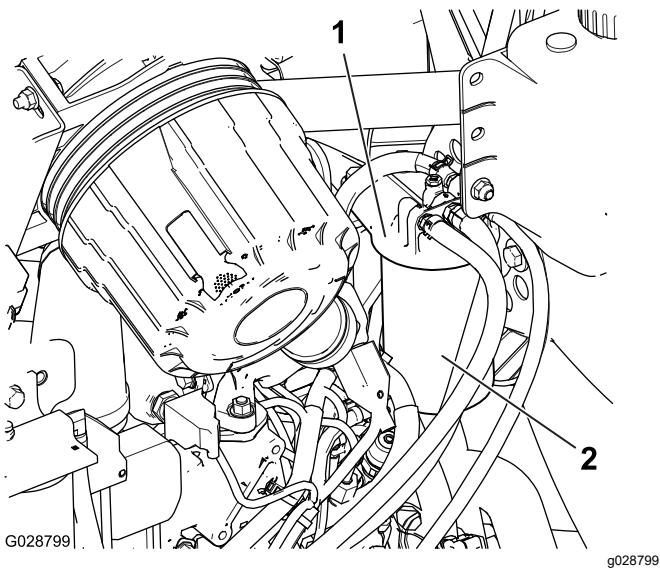

Figura 64
1. Limpe a zona em torno da cabeça do filtro de combustível (Figura 64).
2. Retire o filtro e limpe a superfície de montagem da cabeça do filtro (Figura 64).